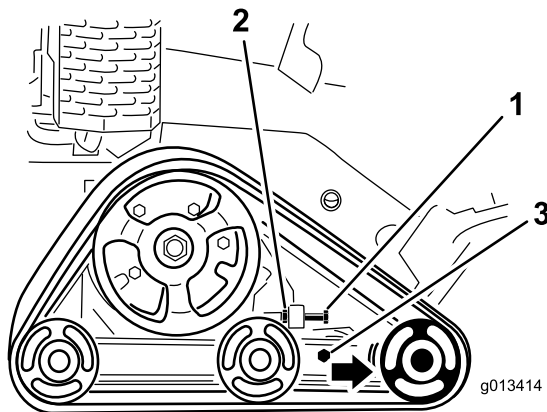

Figura 43
3. Afloje la contratuerca del perno tensor de la oruga, y los pernos de fijación del brazo tensor (Figura 43).
4. Apriete el perno tensor a entre 32,5 y 40 N·m para tensar la oruga (Figura 43).
4. Afloje el perno tensor y la contratuerca (Figura 43).
5. Afloje los pernos de fijación (Figura 43).